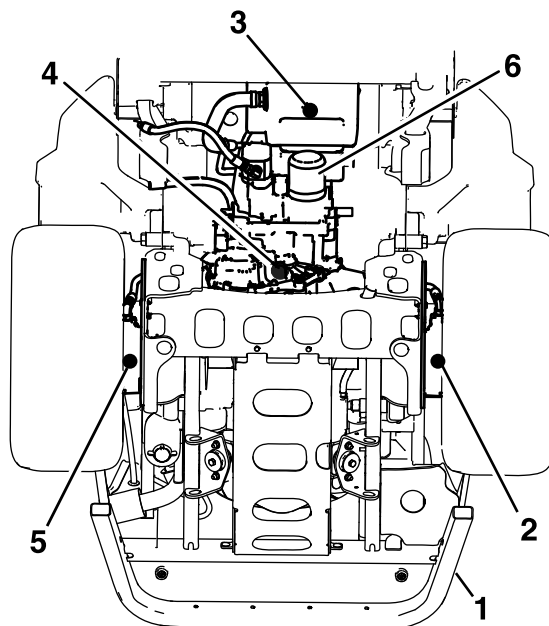

Рисунок 63
4. Помістіть великий зливний піддон під гідравлічний резервуар, корпус трансмісії і лівий та правий приводи коліс (Рисунок 63).
5. Вийміть зливні заглушки з кожної області, щоб зливалась гідравлічна рідина (Рисунок 63).
6. Очистіть область навколо фільтра гідравлічної рідини та вийміть фільтр (Рисунок 63).